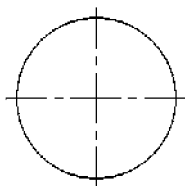

图 2-55 绘制平行线
2) 绘制平行线。改变线型为点画线，单击平行线按钮 ，在弹出的立即菜单中选择【偏移方式】和【单向】，拾取垂直的中心线，向右拖动光标，输入“60”，按回车键，单击鼠标右键结束命令，操作结果如图 2-55 所示。